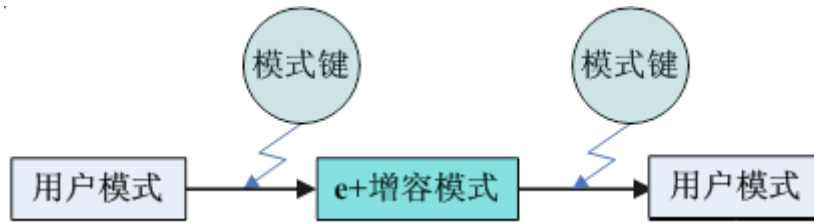

图 2: E+增容功能操作示意图
- 1) 开机状态下，按“E+增容”键，可以启用或取消 E+增容功能，当启用 E+增容功能时 E+增容指示灯点亮，否则熄灭，其功能操作示意图如图 2 所示。